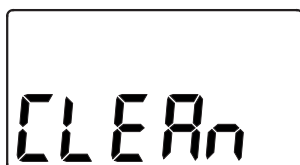

FIG. 17
- **Le voyant clignote, ainsi que le mot « CLEAN » (nettoyage) clignotant dans l'affichage** (consultez la figure 17) - Quatre mois se sont écoulés sur la minuterie depuis la mise en marche ou la dernière réinitialisation de l'appareil.